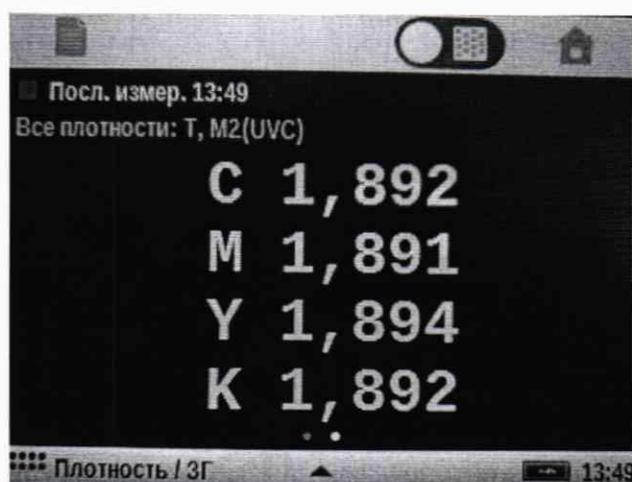
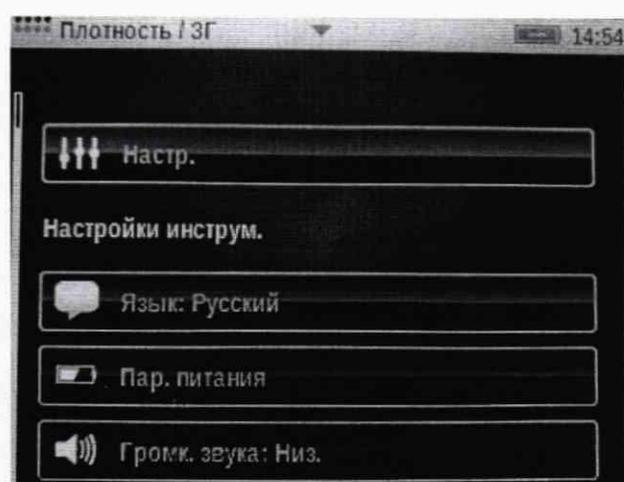
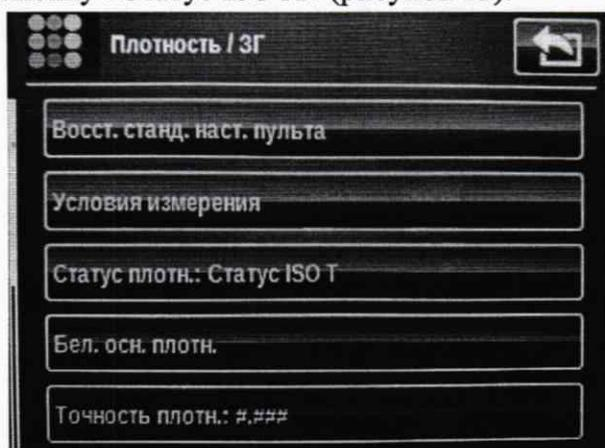

Рисунок 6 – Окно измерений
Рисунок 7 – Меню настроек
Рисунок 8 – Меню настроек измерений
8.3.1.2 Потянуть снизу вверх нижнюю полоску с надписью «Плотность/ЗГ» на экране для вызова меню настроек (рисунок 6). В появившемся окне (рисунок 7) нажать на кнопку  для перехода в меню настроек измерений (рисунок 8).